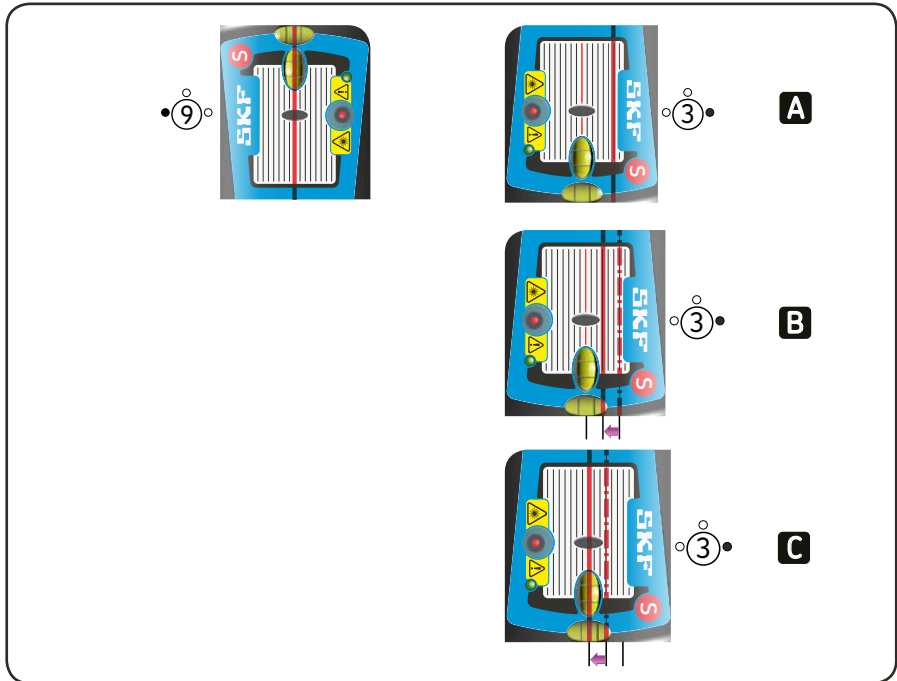

Abb. 13. Grobausrichtung
d) Falls der Wellenversatz der beiden Aggregate zu groß ist, besteht die Gefahr, dass der Laserstrahl nicht auf die Zielscheibe auftrifft. Wenn dies der Fall ist, ist eine Grobausrichtung der Aggregate notwendig. Richten Sie dabei den Laserstrahl auf die Empfänger in der 9-Uhr-Position. Drehen Sie die Messeinheiten in die 3-Uhr-Position, wenn die Strahlen nicht auf die Empfänger treffen. Stellen Sie den Strahl, wie in Abb. 13 dargestellt, mittig zwischen der aktuellen Position und Mittelpunkt Zielscheibe ein und richten Sie das bewegliche Aggregat so aus, dass der Laserstrahl mittig auf die Zielscheibe auftreffen kann.